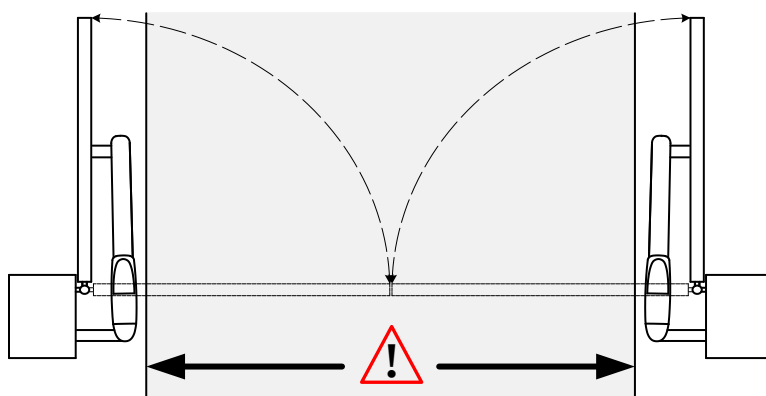

Рисунок 7. Ширина проезда при открытии ворот наружу
- Учтите, что при открытии створок наружу ширина проезда может быть уменьшена, так как приводы выступают в сторону проезда (Рисунок 7).